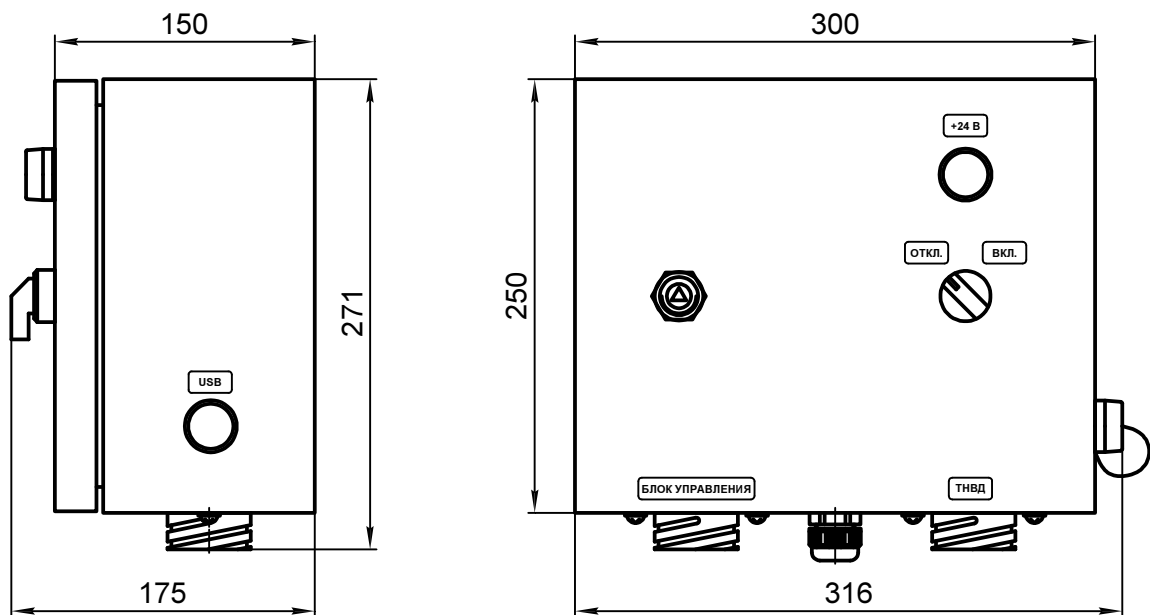

Рис. 1.1.
1.2.11. Габаритные размеры пульта управления представлены на рис. 1.1.